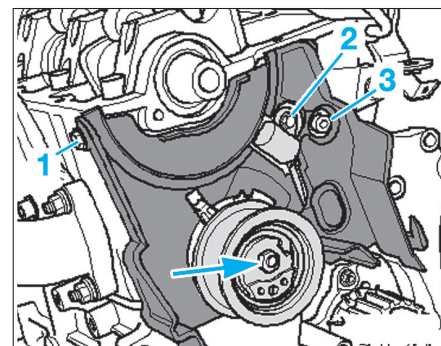

Fig. 77
- Déposer (Fig.77) :
- les vis (1), (2) et (3).